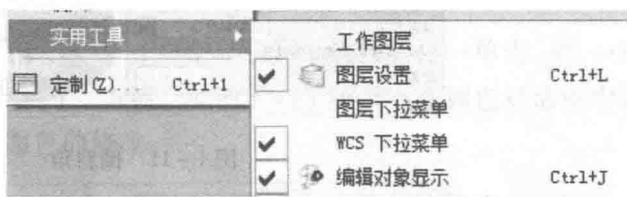

图 1-7 添加或移除按钮
(6) 添加和移除按钮(图 1-7):单击【标准】工具条右侧的小三角符号“▼”→选择“添加或移除按钮”→选择“标准”→从弹出的列表中选择需要添加或移除的按钮→单击任何其他地方关闭列表。
(7) 工作坐标系(WCS):WCS 在图形窗口中显示,用于测量坐标值和指定方位,可以移动和重定位 WCS。